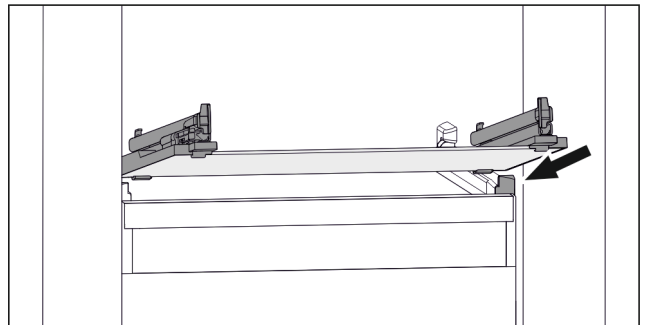

Fig. 154 Primjerni prikaz staklene ploče
- ▶ Stavite ladicu ukoso iza zaustavljača. (pogledajte Fig. 154)